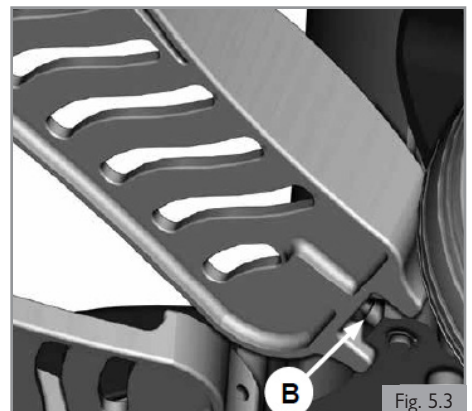

Fig. 5.3
1. Levanta el reposapiés para poder llegar hasta el tornillo de ajuste del ángulo (B). (Fig. 5.3).